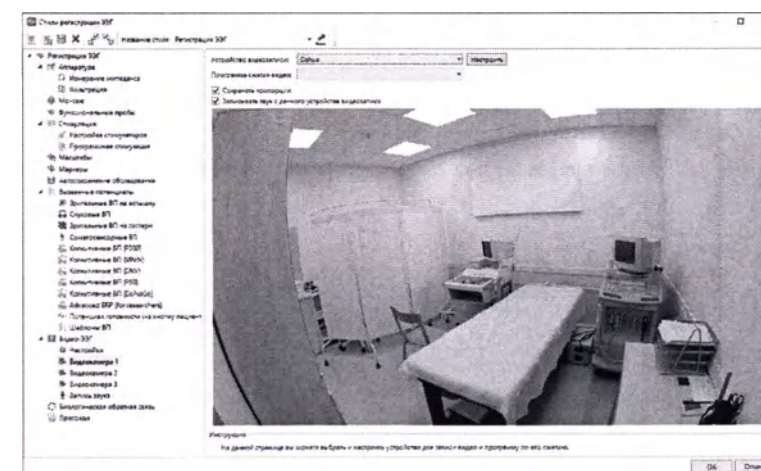

Рис. 14. Выбор устройства видеозаписи
10. Теперь перейдите в раздел настроек «Видеокamera 1» и в выпадающем списке «Устройство видеозаписи» выберите созданную вами в настройках видеокamеру (по заданному имени). Если вы планируете записывать звук со встроенного микрофона, установите соответствующий флажок (рис. 14).